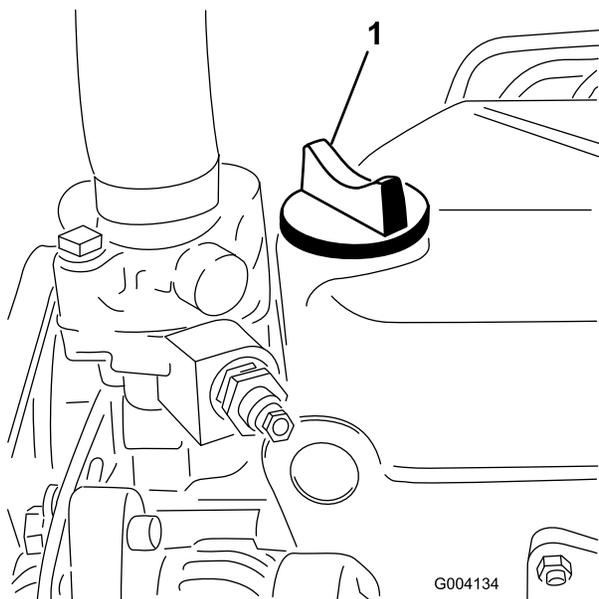

图28
5. 如果油位低于“已满”标记，应取下加油盖（图28），添加机油，直至油位达到量油尺上的“已满”标记。